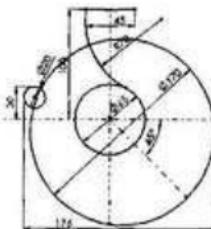

图 2-22 绘制圆
- (5) 继续在草图 1 上进行绘制。单击草图工具栏中的 (圆) 工具，绘制一个圆心过 45° 中心线且直径为 170mm 的圆 2，以及另一个直径为 20mm 的圆 3。使用 (智能尺寸) 工具对两个圆进行尺寸定义，如图 2-22 所示。注意在进行两圆尺寸定义的过程中，首先确定一个初始数值，然后将尺寸上的控标 拖拽到两圆的最大边上，最后双击尺寸上的数值，并在文本框中输入准确的数值。